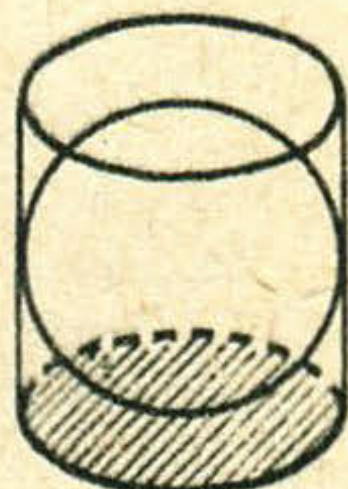

Рис. 2.
2. По преданию, Архимед выразил желание, чтобы на его надгробном памятнике была изображена фигура цилиндра с вписанным в него шаром. Попробуйте найти между объемами и поверхностями этих фигур интересную зависимость, из-за которой Архимед придавал этому открытию особое значение (рис. 2).